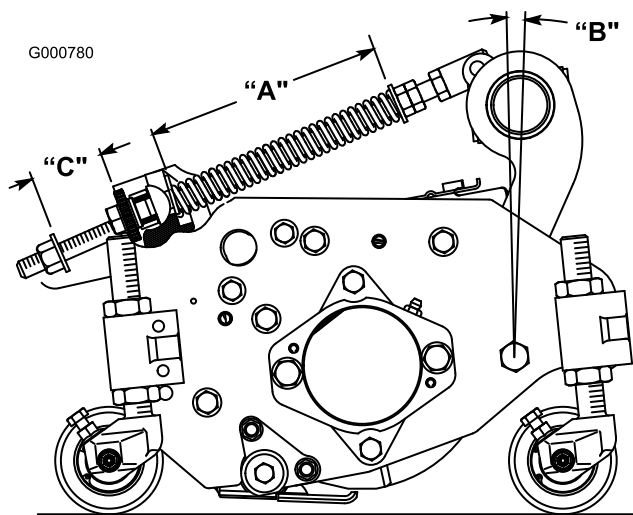

Figure 8
Le ressort de compensation (Figure 8) qui relie le bâti porteur au plateau de coupe, contrôle la rotation avant/arrière disponible ainsi que la garde au sol lors pour le déplacement d'un point à un autre et les demi-tours.
1. Serrez le contre-écrou à l'arrière de la tige de ressort jusqu'à obtenir un écartement (C) de 25 mm entre l'arrière du support du ressort et l'avant de la rondelle (Figure 8).
2. Serrez les écrous hex. sur l'extrémité avant de la tige de ressort jusqu'à ce que la longueur du ressort comprimé (A) soit égale à 20,3 cm (Figure 8).
Remarque: Lorsque vous tondez des gazons irréguliers ou ondulés, augmentez la longueur du ressort comprimé (A) à 21,6 cm et l'écartement (C) entre le support de ressort et l'avant de la rondelle à 3,8 cm (Figure 8).